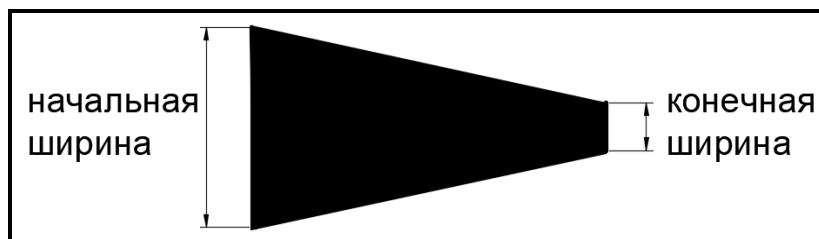

Рисунок 2.46 – Пример задания толщины **Полилинии** опцией **Ширина**
**Ширина (Width).** Выбрав эту опцию, можно задать толщину линии для построения последующих сегментов полилинии. При этом будет предложено ввести поочередно два значения – начальную и конечную ширину (что позволяет строить сужающиеся или расширяющиеся сегменты полилинии). Таким образом удобно строить стрелки (рис. 2.46). Если ширина должна быть постоянной, то оба ее значения нужно указать одинаковыми.